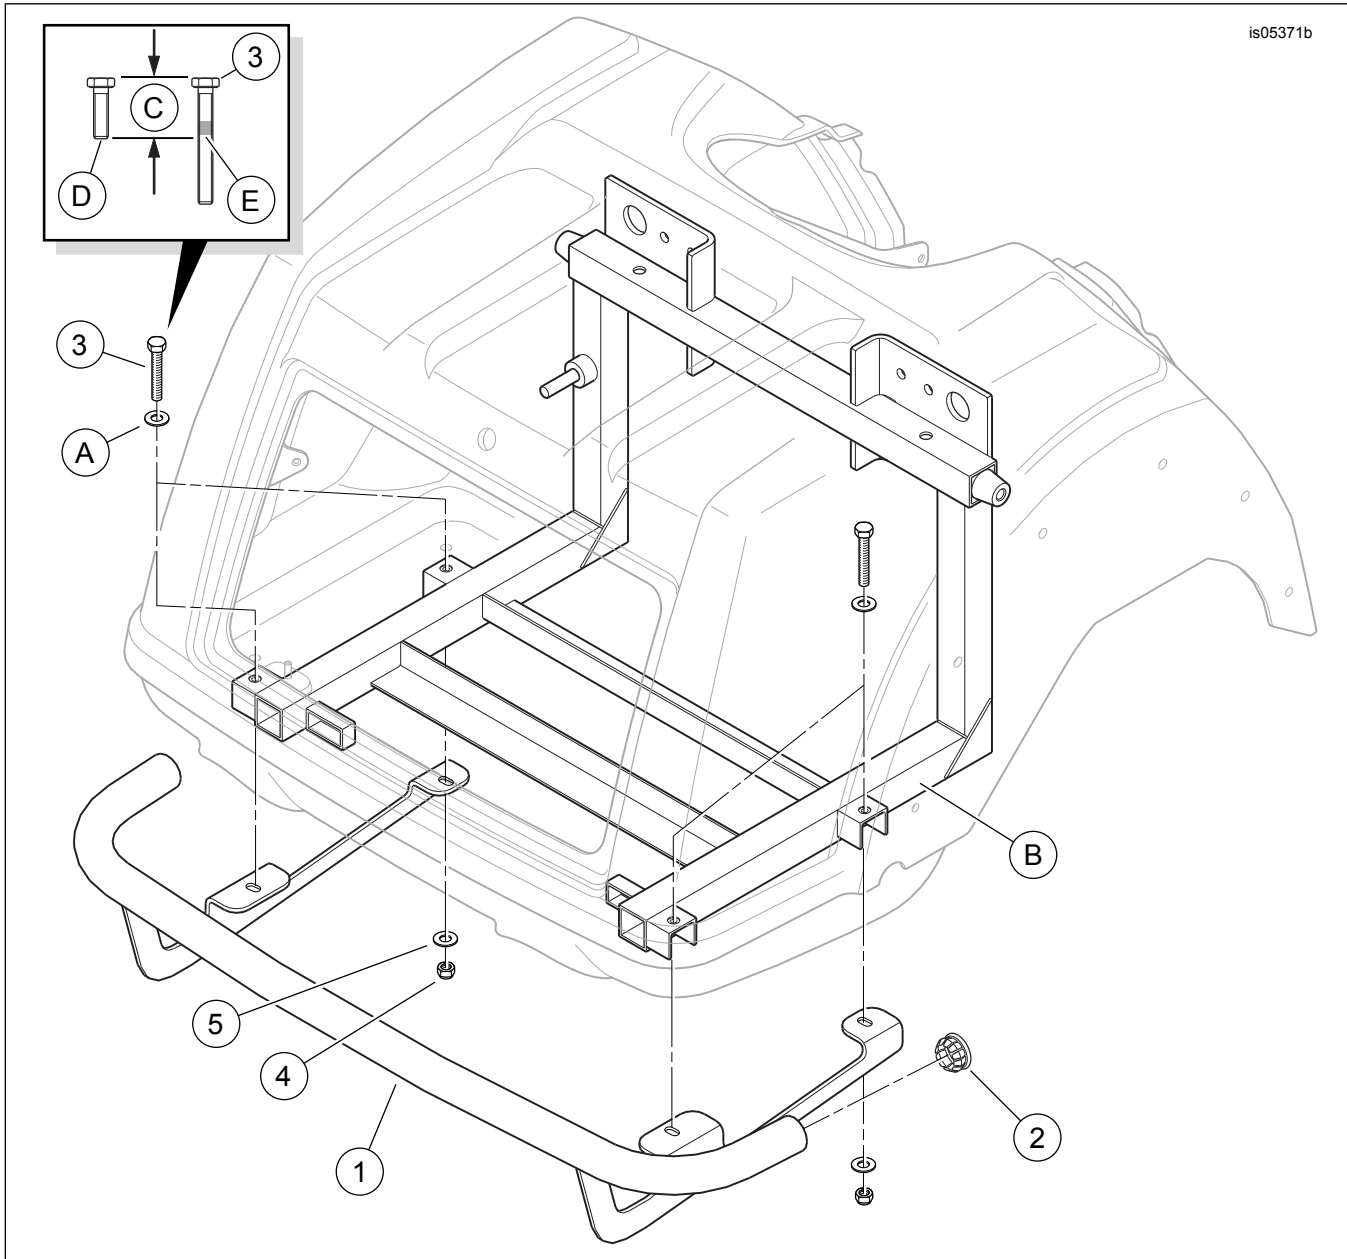

Figura 1. Conteúdo do kit: Proteção Traseira Trike
1. Ver a Figura 1. Localize os quatro parafusos com anilhas (A) no piso do compartimento da bagageira que prendem a estrutura ao quadro traseiro. Deixando a anilha no lugar, remova um dos parafusos. Guarde o parafuso para o próximo passo e descarte-o.
2. Ver a Figura 1. Aplique trava-rosca no parafuso (3).